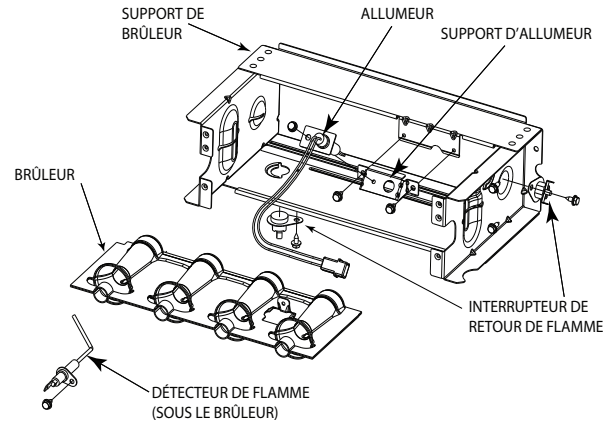
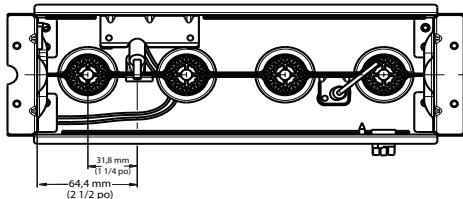
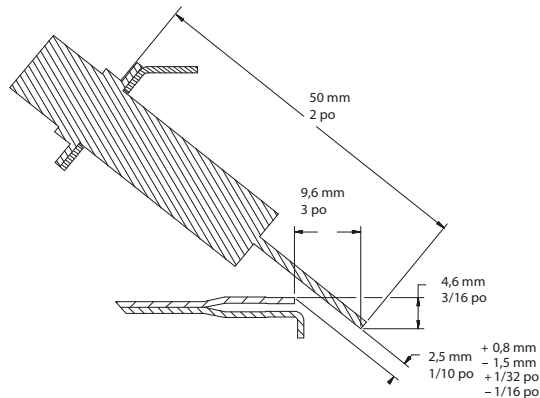

Fig. 65 – Ensemble du brûleur
Fig. 66 – Position de l'allumeur - vue du haut
Fig. 67 – Position de l'allumeur - vue latérale
Consultez la Fig. 65.
8. Vérifiez l'alignement de l'allumeur. Consultez la Fig. 65, la Fig. 66 et la Fig. 67.
L'allumeur n'a **PAS** besoin d'une inspection annuelle. Vérifiez la résistance de l'allumeur avant son retrait. Consultez la Fig. 65, la Fig. 66 et la Fig. 67.
- a. À l'aide d'un tournevis 1/4 po, retirez les deux vis qui fixent le support de fixation de l'allumeur à l'ensemble du brûleur (consultez la Fig. 65).
7. Rebranchez le faisceau de l'allumeur sur l'allumeur en disposant les fils de façon à vous assurer qu'il n'y a aucune tension sur l'allumeur lui-même. Consultez la Fig. 65.